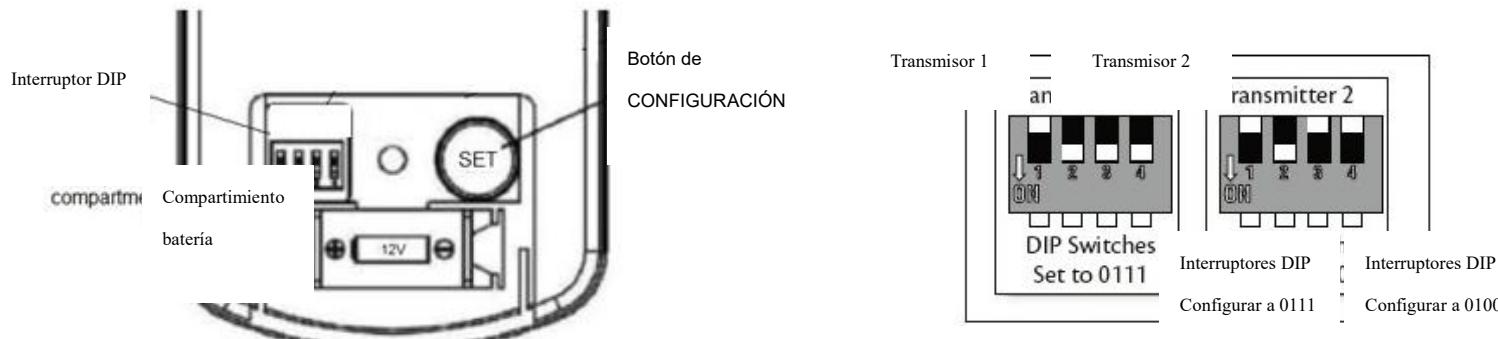

Fig. 9
- Deslice la tapa del compartimiento de las pilas del transmisor para acceder a los interruptores DIP. Este es el transmisor 1. Fig.9
- Deslice la tapa del compartimiento de las pilas para acceder a los interruptores DIP. Este es el transmisor 2. Fig.9